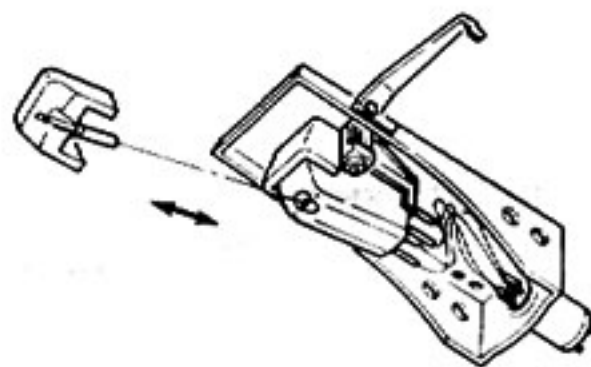

Fig. 4. Abb. 4.
1. Wie in Abb. 4 dargestellt, entfernen Sie die alte Nadel durch Vorwärtsziehen in die korrekte Richtung und führen eine neue fest in das gleiche Loch ein. (Beachten Sie, daß Sie nicht die Nadel und das Oszillator-System berühren.)
1. Comme il est illustré dans la Fig. 4, retirer l'ancienne pointe de lecture en la tirant vers l'extérieur dans la direction correcte et introduire avec précaution une nouvelle pointe de lecture dans le même orifice. (Faire très attention de ne toucher ni la pointe de lecture, ni le système de l'oscillateur.)